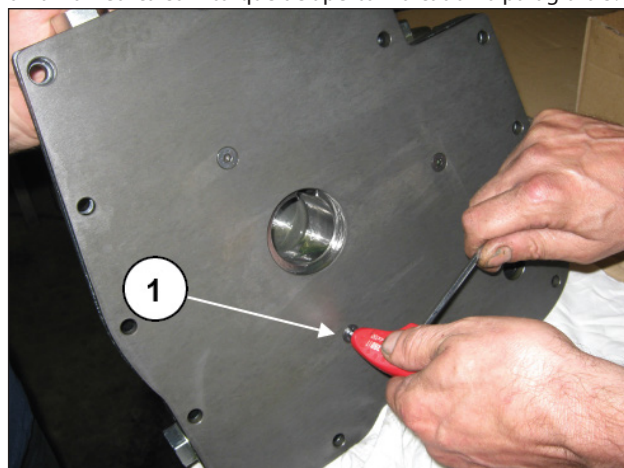

Fig. 153
Monte a placa traseira do corpo da bomba de óleo, apertando os três parafusos M6 (pos. ①, Fig. 153) com chave dinamométrica com torque de aperto indicado no parágrafo 3.